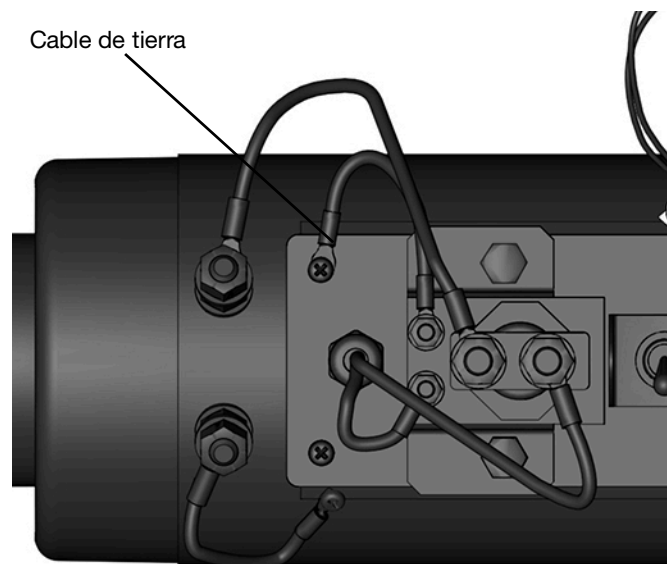

FIG. 27
9. Ponga los cuatro tornillos de la cubierta de la caja de terminales y apriételes, asegurándose de que el cable de tierra esté bien conectado (consulte FIG. 27).